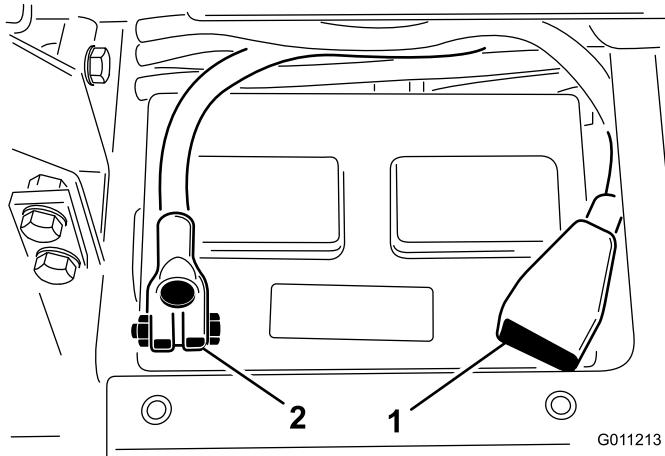

Bild 5
- Klemmen Sie das Pluskabel (Rot) am Pluspol (+) der Batterie und das Minuskabel (Schwarz) am Minuspol (-) der Batterie an und befestigen Sie die Kabel mit den Kopfschrauben und Muttern (Bild 5). Stellen Sie sicher, dass die Plusklemme (+) vollständig auf den Pluspol aufgezogen und das Kabel fest an die Batterie angeklemmt ist. Das Kabel darf die Batterieabdeckung nicht berühren.